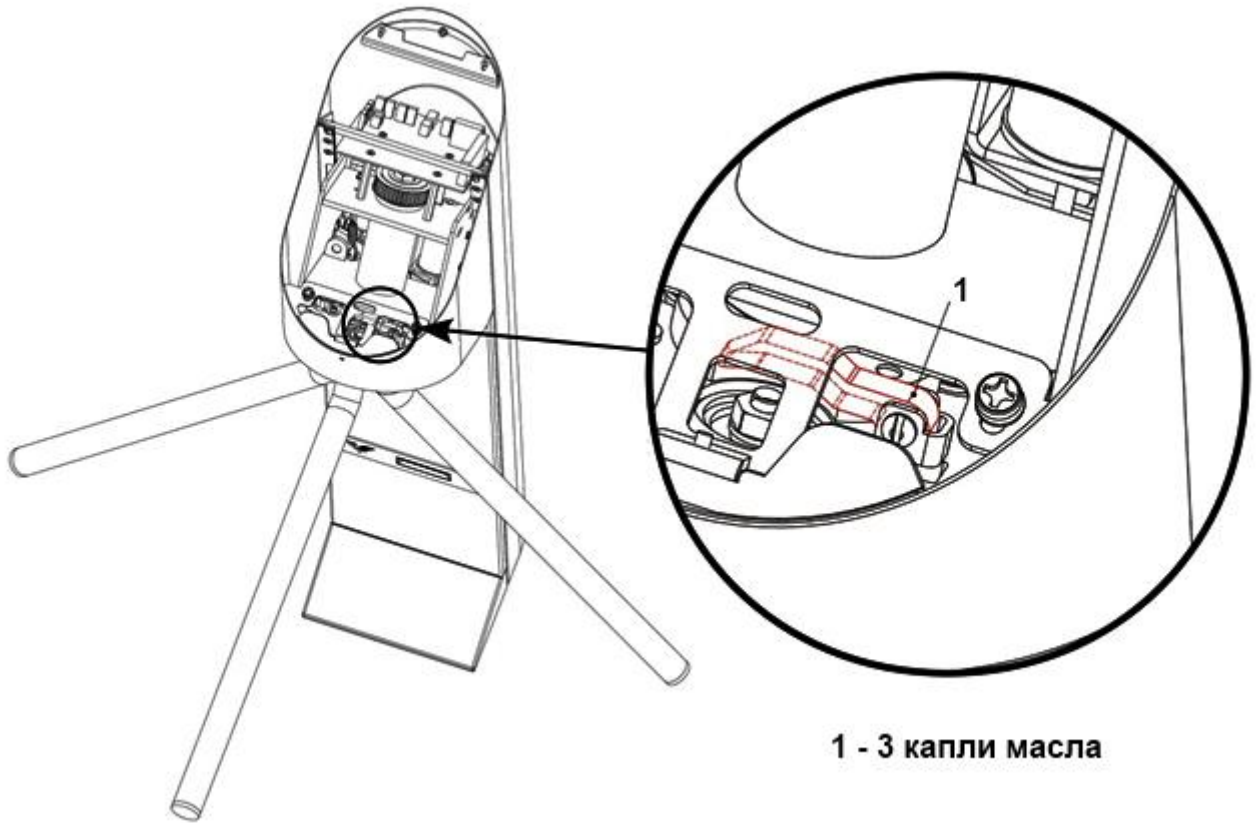

Рисунок 20 – Ось вращения кулачка разблокировки планок
3.7.4 Рисунок 20 – смазать ось вращения кулачка разблокировки планок.